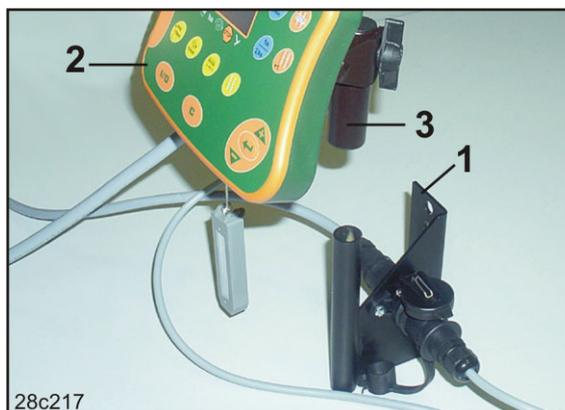

Fig. 11
1. Vissez la console (Fig. 11/1) du terminal (Fig. 11/2) dans la cabine du tracteur, à droite du conducteur, dans son champ de vision et à sa portée ; elle doit être protégée des vibrations et reliée à la masse.
2. Équipez le terminal de commande avec l'élément de jonction (Fig. 11/3).